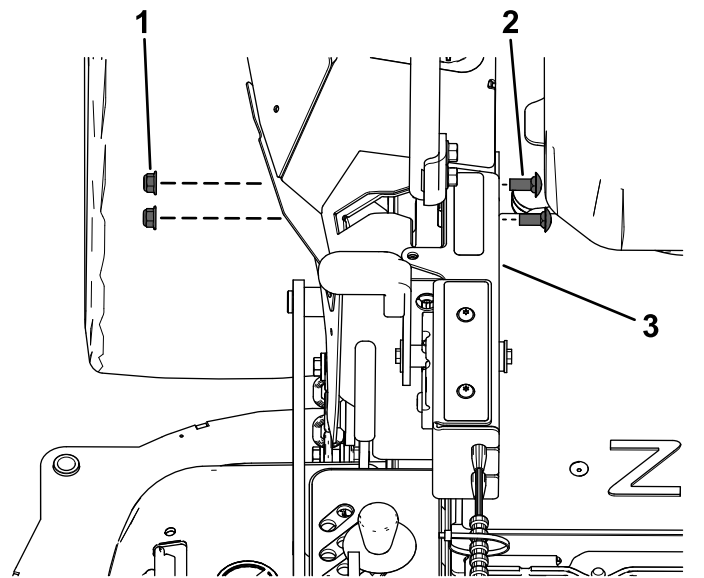

Figura 11
5. Fissate il quadro di comando sulla protezione del comando del movimento destro con 2 bulloni a testa tonda ($\frac{3}{8}$ " x $\frac{7}{8}$ ") e 2 dadi di bloccaggio ($\frac{3}{8}$ "), come mostrato nella Figura 11.